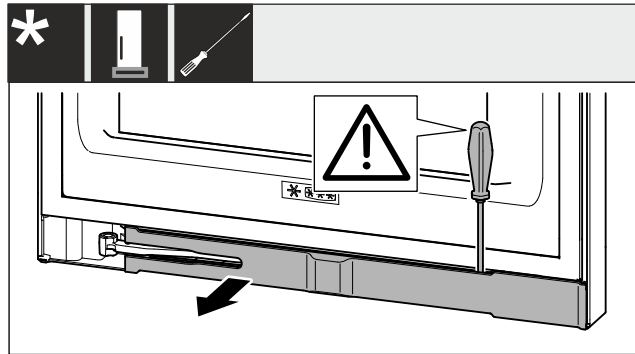

Fig. 3
- ▶ Afhægt panelet med en kærviskruetrækker, og sving det til siden Fig. 3 ()